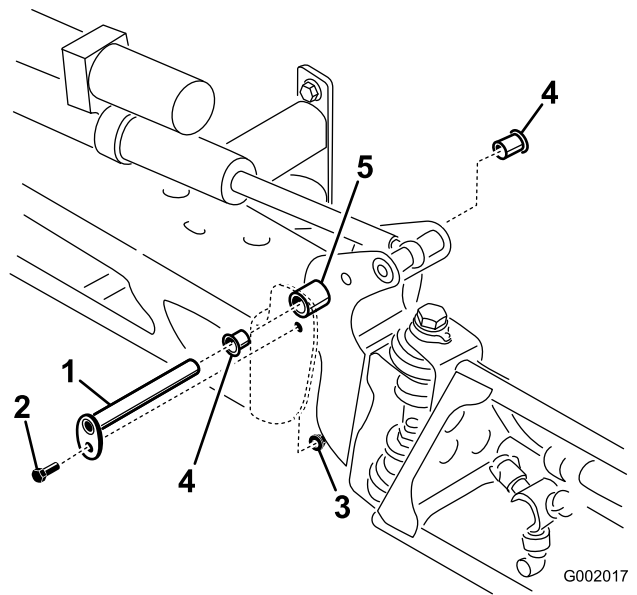

Figure 54
3. Lorsque le poids de la rampe est supporté, retirez le boulon et l'écrou de fixation de l'axe de pivot à l'ensemble rampe (Figure 54). Retirez l'axe de pivot.
5. Déposez et examinez les bagues en nylon à l'avant et à l'arrière du support de pivot (Figure 54). Remplacez les bagues défectueuses.
7. Montez l'ensemble rampe et support de pivot dans le bâti central en alignant les ouvertures (Figure 54).